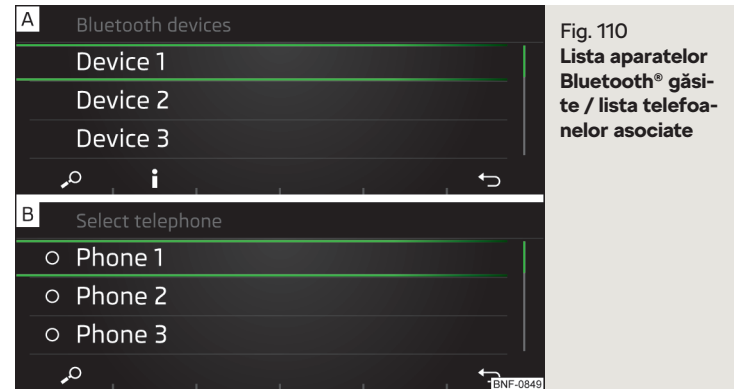

Fig. 110
- ▶ Selectați telefonul dorit din lista de aparate externe Bluetooth® găsite » fig. 110 - [A].
- ▶ Pentru **afișarea** de informații cu privire la realizarea conexiunii cu un aparat extern Bluetooth®, apăsați tasta funcțională **ⓘ** » fig. 110 - [A].
- ▶ Selectați în lista afișată telefonul dorit » fig. 110 - [B] respectiv aparatul extern Bluetooth® » fig. 118 la pagina 90 - [A].